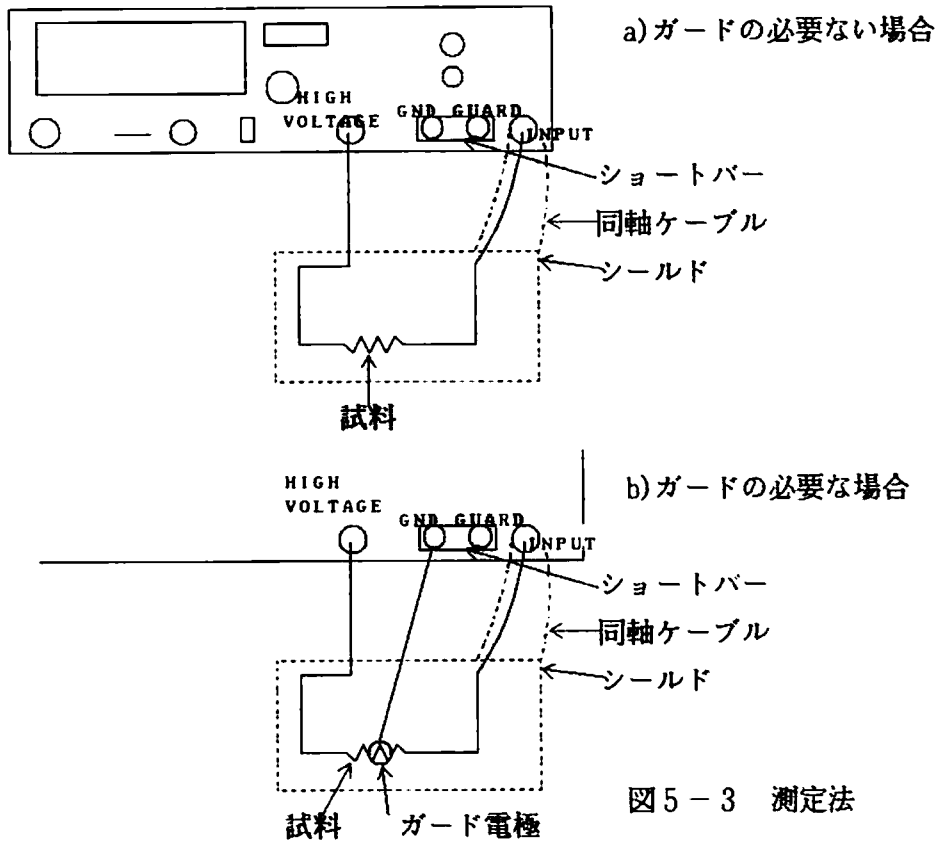

図5-3 測定法
- 2) ケーブルの先を図5-3測定法のように試料に接続します。